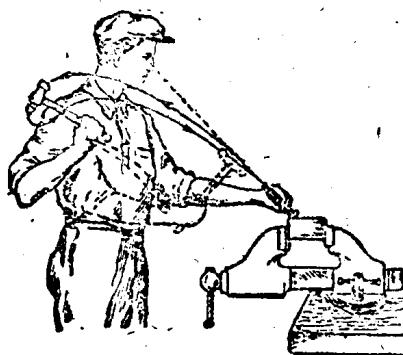

图20 齒削法
② 齒削时，应先将工作物夹在虎钳上，并使切削地位与虎钳的鉗口在同一平面上，这样能使齒子齒削方向正确，齒子与工作物的傾斜角度应为 $25\sim40^\circ$ 。当用锤击时，视力应注意齒子口端（如图20），不要注视锤击的地方，以免齒子滑出。开始时先用手锤轻击一下，查看工作物上的齒痕是否在正要切削的地方，然后才可锤击。